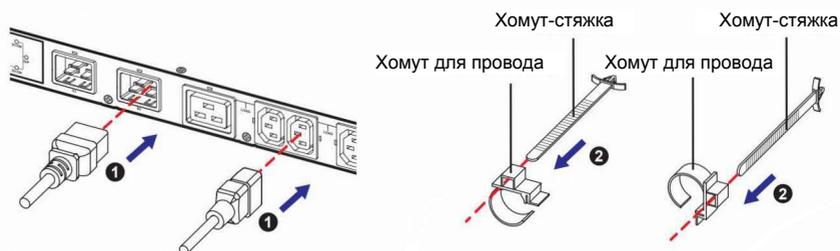

Рисунок 5-2.
- A. Надежно вставьте силовые кабели в гнезда (1), а также кабельные хомуты (2), см. **Рисунок 5-2**.